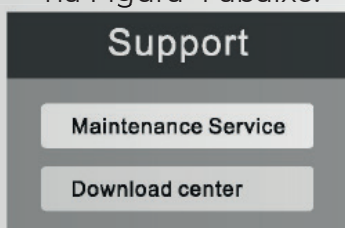
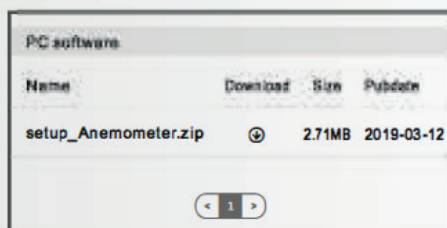
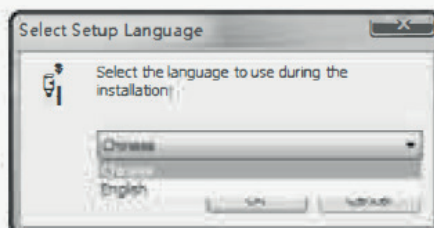

Figura 2
Figura 3
Figura 4
2. Instale o software de aquisição de dados: entre no site www.benetechno.net no navegador, pressione enter e acesse a página que encontrará o menu “Suporte> Centro de Download”, conforme mostrado na Figura 2. Clique na página para localizar o pacote de instalação do software “setup_Anemometer. Zip”, conforme mostrado na figura 3. Clique no botão de download para extraí-lo diretamente “zip package” após o download. Duplo click “setup_Anemometer.exe” ícone para entrar na interface de instalação do programa; escolher entre “Chinese or English” de acordo com o prompt de instalação do software; clique em “OK” para a próxima etapa, conforme mostrado na Figura 4 abaixo.
- Gráfico de linhas: a Figura 1 é o gráfico de velocidade / volume do vento; A Figura 2 é o gráfico de temperatura e umidade; botão de impressão; lista de dados medidos